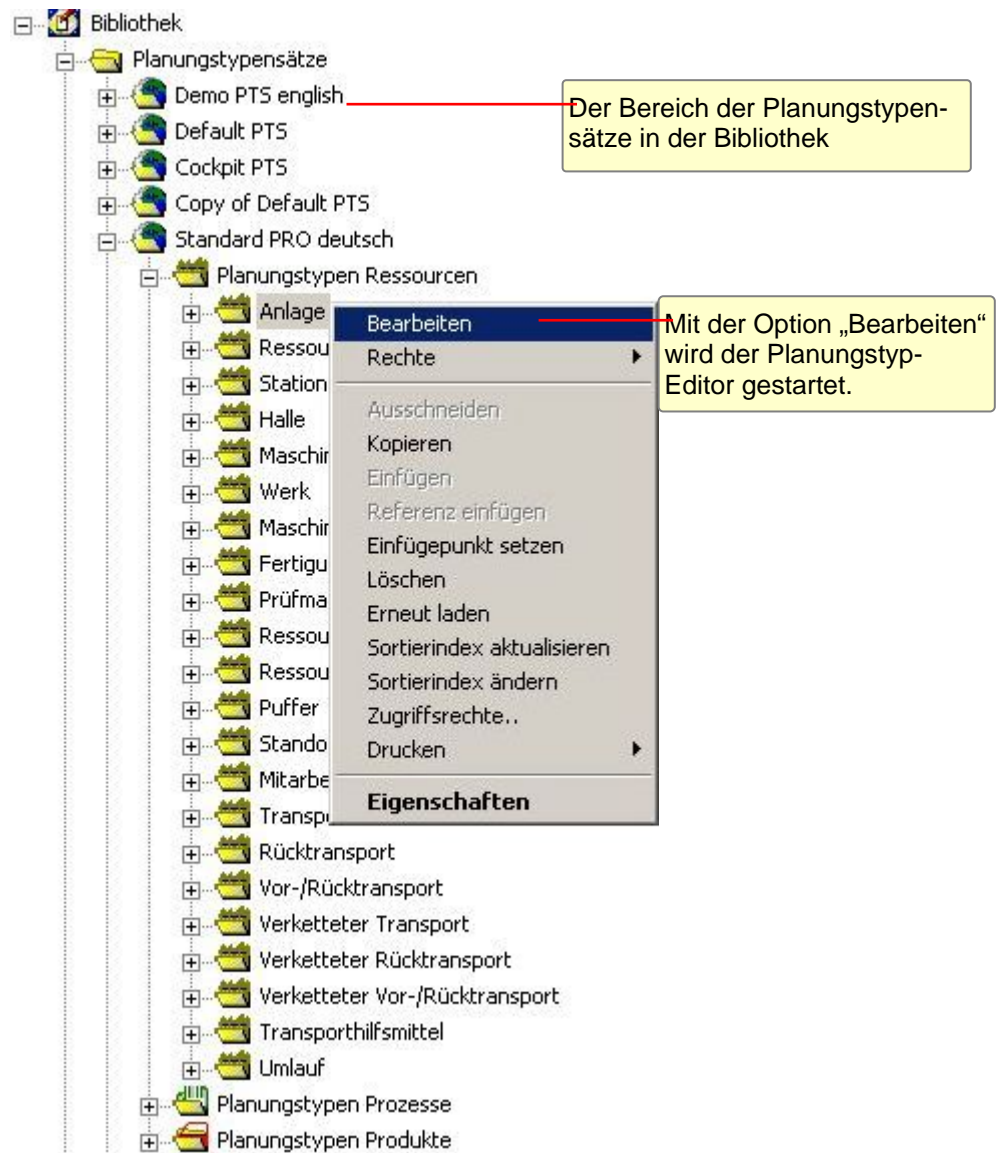

Abbildung 23: Aufruf des Planungstyp-Editors in der allgemeinen Bibliothek
- ❑ Im **Planungstypensatz-Bereich der Systembibliothek** durch Anklicken eines Planungstypen mit der rechten Maustaste und Auswahl der Option **Bearbeiten** im Kontextmenü. Siehe Abbildung 23.